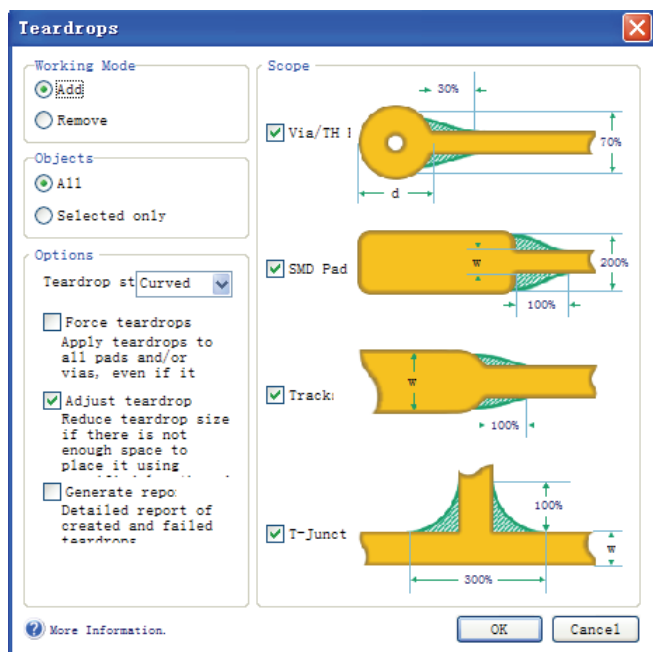

图 11-48 加补泪滴操作对话框
(1) 执行菜单命令【Tools】→【Teardrops...】，弹出加补泪滴操作对话框，如图 11-48 所示。